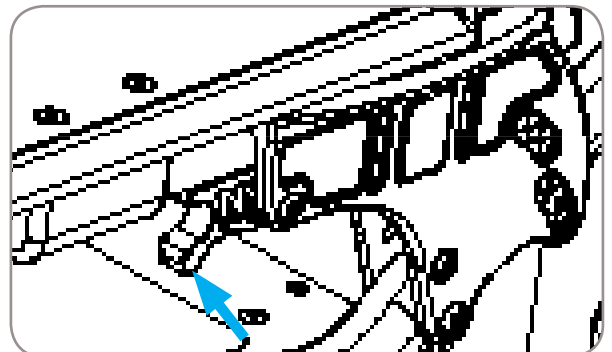

Figura 30
3. Gire los bloqueos de la bandeja izquierda y derecha hacia arriba para fijarla en su lugar. Referencia figura 30.